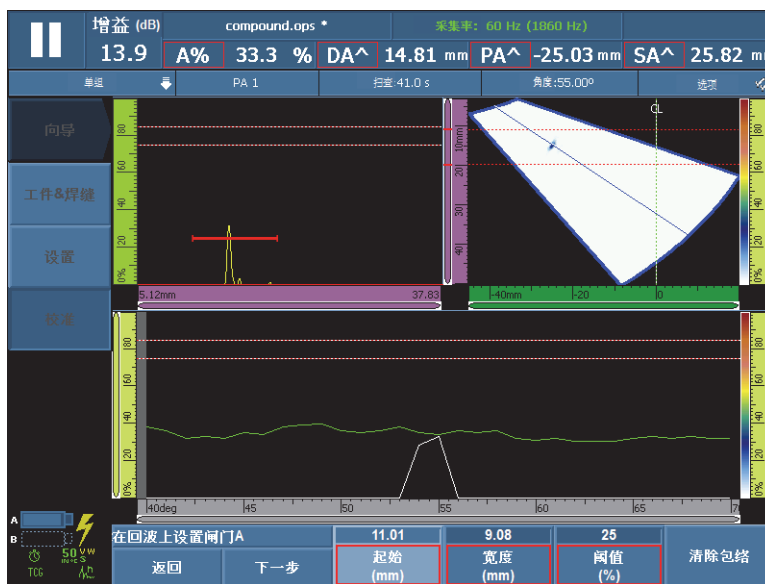

图 5-21 针对 PA 组, 在回波上设置闸门 A
- a) 在**起始**和**宽度**按钮中, 输入闸门 A 的起点和宽度, 确保来自第一个反射体的信号穿出闸门的中部, 而且闸门具有足够容纳整个信号的宽度 (参见第 143 页的图 5-21 中的**A 扫描**)。
- b) 设置**阈值**数值, 使每个孔径的信号都穿出闸门, 如第 143 页的图 5-21 中的**校准: TCG**视图所示。